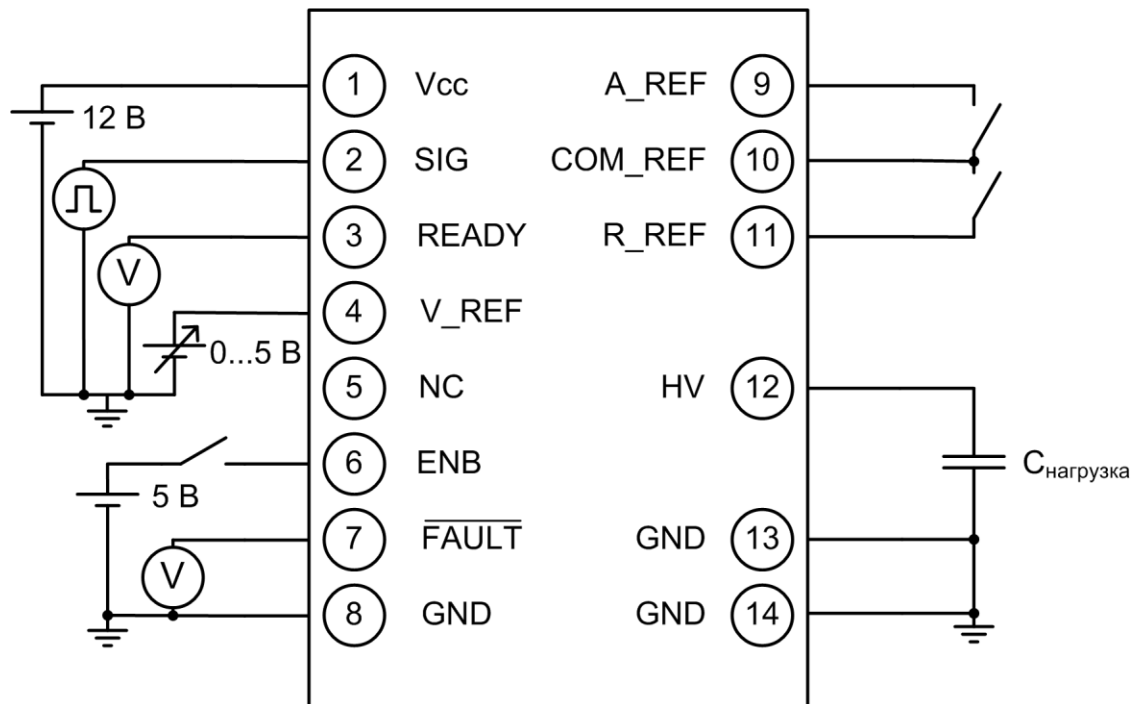

Рис. 1 Схема подключения импульсного генератора.
1. Подключить генератор согласно схеме на рис. 1.